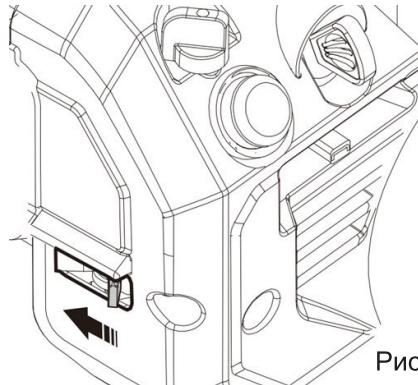

Рис. 37
- Установите топливный кран в положение «OFF» (Закрыто). Рис. 37.